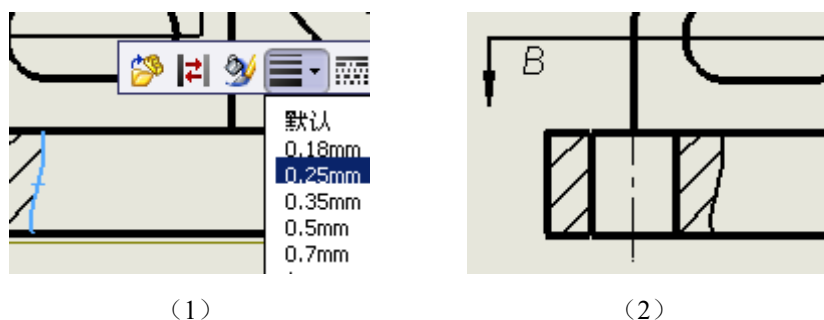

图 3-28 修改波浪线线型
如图 3-28 (1) 所示, 修改波浪线“线宽”为“0.25mm”, 修改“线色”为“黑色”, 修改结果如图 3-28 (2) 所示。